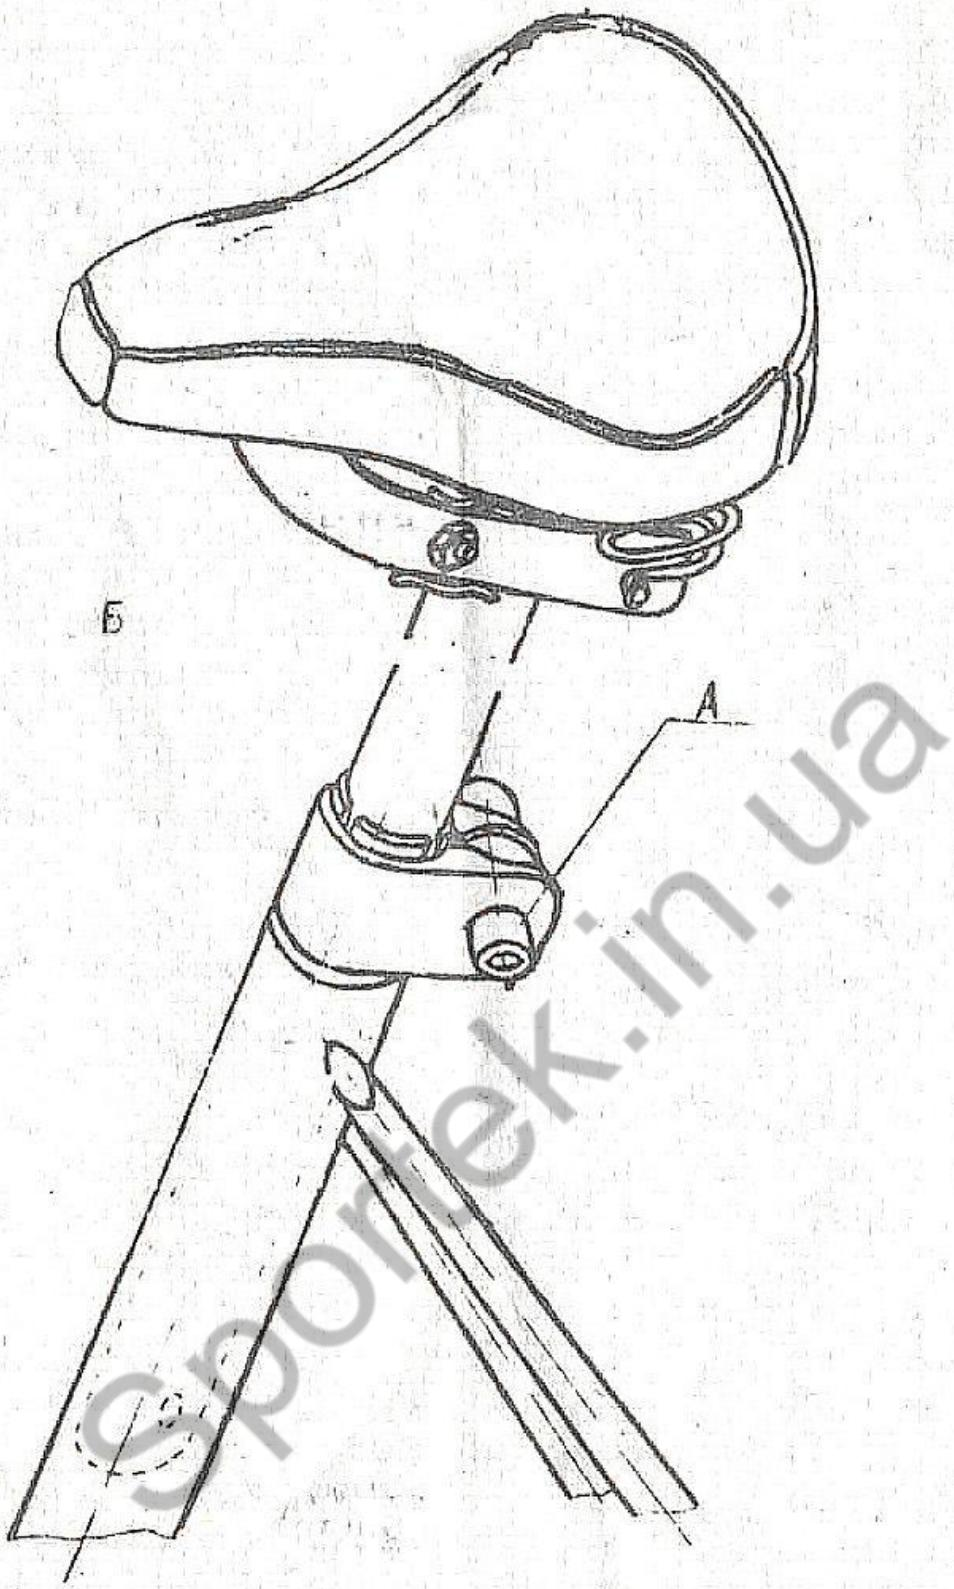

Рис. 4.
4.3. Седло по высоте устанавливается при помощи ослабления затяжки винта «А» (рис. 4) на  $3\frac{1}{2}$  оборота, после чего путем перемещения седлодержателя в подседельной трубе устанавливается на требуемую высоту, затягивается винт «А».